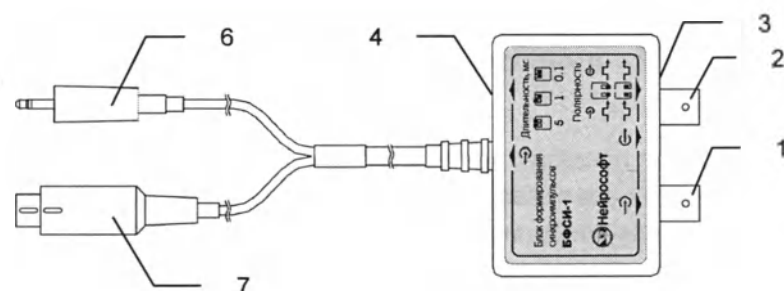

Рис. 2
Имеется возможность регулировать положение прибора по высоте и изменять угол его наклона относительно горизонта. Положение прибора по высоте регулируется за счет перемещения изогнутой трубы Ø18 мм штанги и фиксируется при помощи фиксатора штанги (10) (рис. 2). Угол наклона прибора определяется положением адаптера (11) и фиксируется винтом (12) (рис. 2). Винты фиксатора штанги и адаптера необходимо затягивать так, чтобы они надежно и плотно фиксировали положение прибора и аксессуаров, размещенных на стойке.
The device can be adjusted by height and angle of slope. The device adjustment by height is carried out by shifting the Ø18 mm inner tube. Then its position is secured by fixture (10) (Fig. 2). The angle of slope of the device is defined by adapter (11) position and is fixed with a screw (12) (Fig. 2). The fixture screws should be fastened in such a way to secure the position of the device and accessories located on the stand tightly.
2. Для подключения к «Нейро-МВП-Микро» и «Нейрон-Спектр» (рис. 2).
- Разъем подключения к выходу синхронизации приборов «Нейро-МВП-Микро» и «Нейрон-Спектр» (рис. 2).
- Разъем подключения к выходу видеостимулятора приборов «Нейро-МВП-Микро» и «Нейрон-Спектр» (рис. 2).